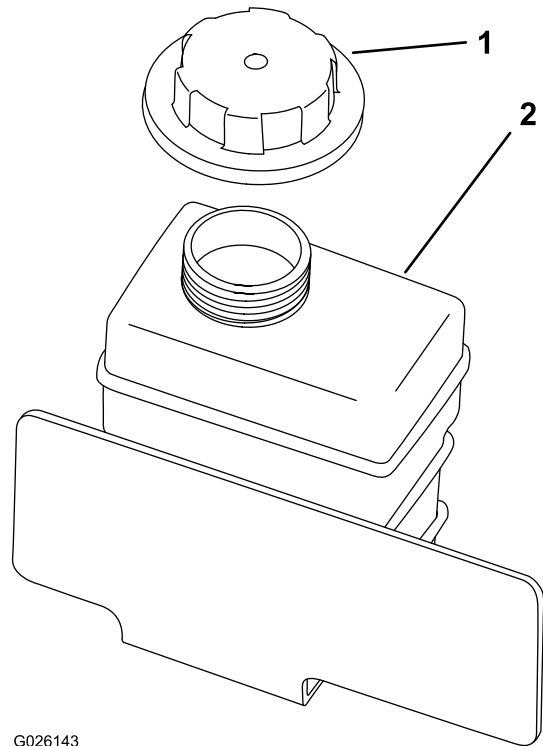

Bild 62
4. Nehmen Sie den Deckel des Überlaufgefäßes ab (Bild 62).